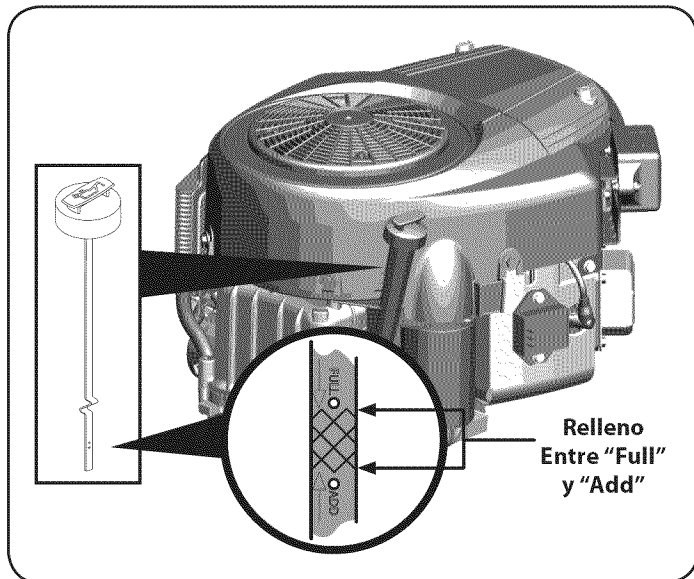

Figura 9
2. Retire el tapón de llenado / varilla de medición y Limpie la varilla. Véase la Figura 9.